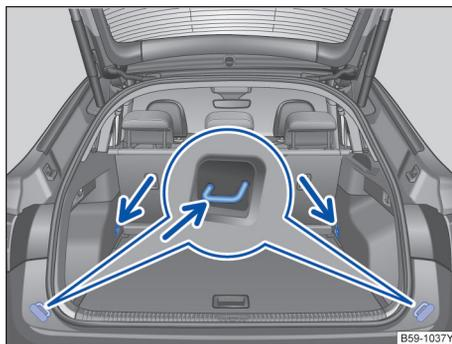

图 179 在行李厢中：固定环
▶ 行李厢的前方和后方区域有用用于固定行李件的固定环→图 179（箭头）。 ▶